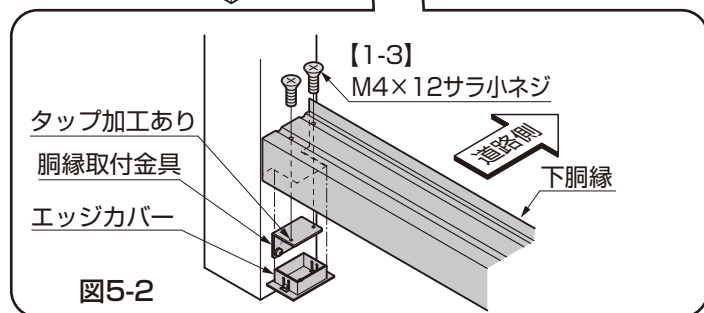

図5-2
- 胴縁取付金具は、タップ加工がある穴を天面にして取付けてください。（図5-2参照）